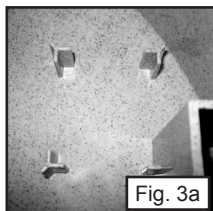

Fig. 3a
- 1) Vuelva a colocar el motor en su lugar entre los tres postes de 2.54 cm del lado derecho de la fuente. Presione ligeramente para fijar las ventosas. (Fig. 3a y 3b)